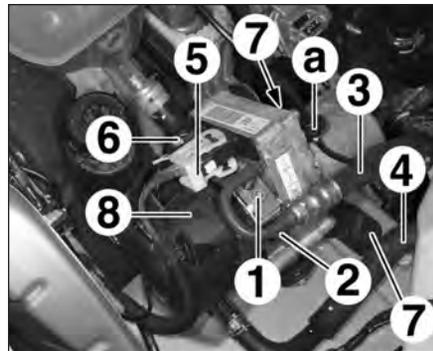

FIG.16
- la vis (1) (Fig.16),
- la vis (2).
- les tuyaux (3) et (4),
- les connecteurs (5) et (6).
- les vis (7),
- le groupe électropompe (8).